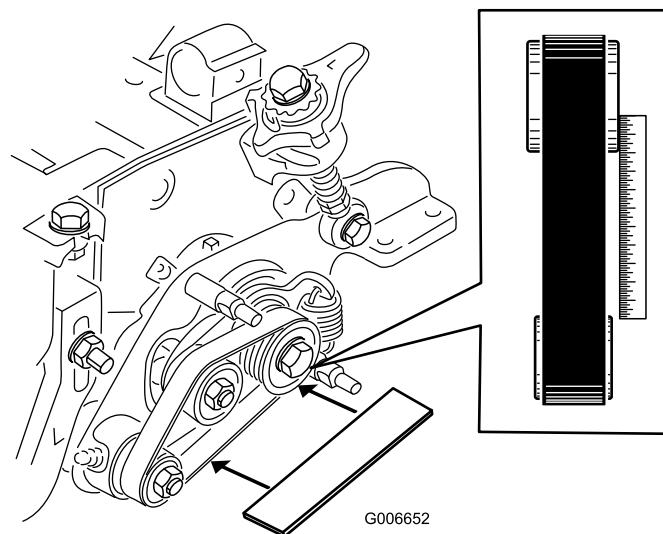

Figura 27
- Coloque una regla contra la cara exterior de la polea de transmisión (Figura 27).